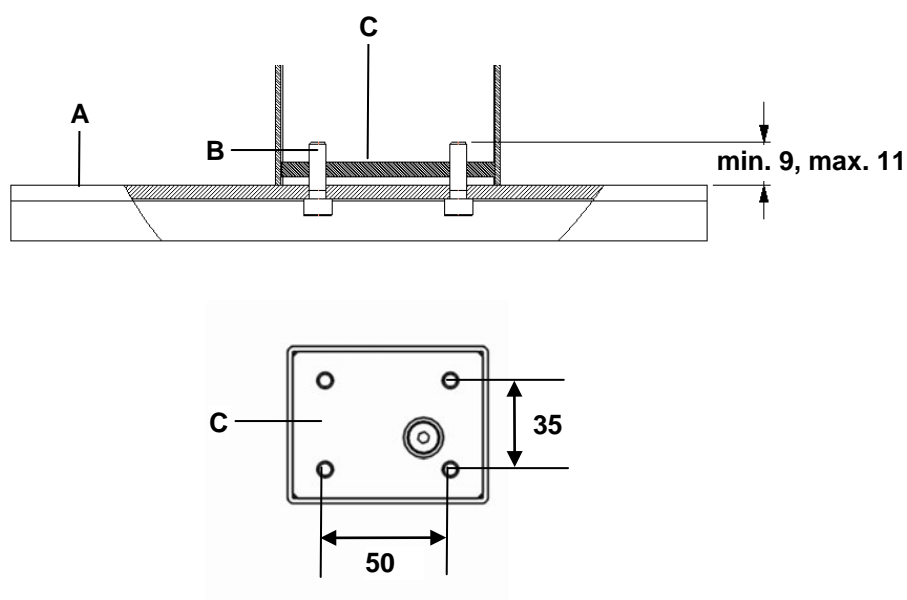
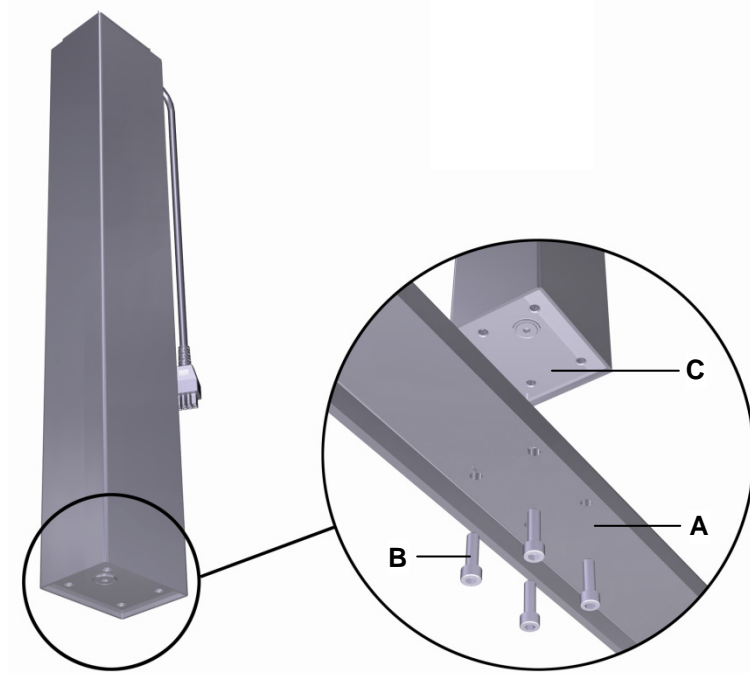

Abbildung 12 Montage Tischfuß (Angaben in mm)
Abbildung 13 Montage Tischfuß
- ▶ Verwenden Sie Schrauben M6 (Festigkeitsklasse 8.8) geeigneter Länge, so dass die Einschraubtiefe mindestens 9 mm und maximal 11 mm beträgt, wie in Abbildung 12 gezeigt (Schraubenlänge = Stärke der Fußplatte + min. 9 bis max. 11 mm). Das Anzugsdrehmoment darf maximal 10 Nm betragen.
- 1 Schrauben Sie den Tischfuß mit vier Schrauben an das Fußende der Hubsäule ID21, wie in Abbildung 13 gezeigt (maximales Anzugsdrehmoment 10 Nm). Die Montagemaße entnehmen Sie Abbildung 12.